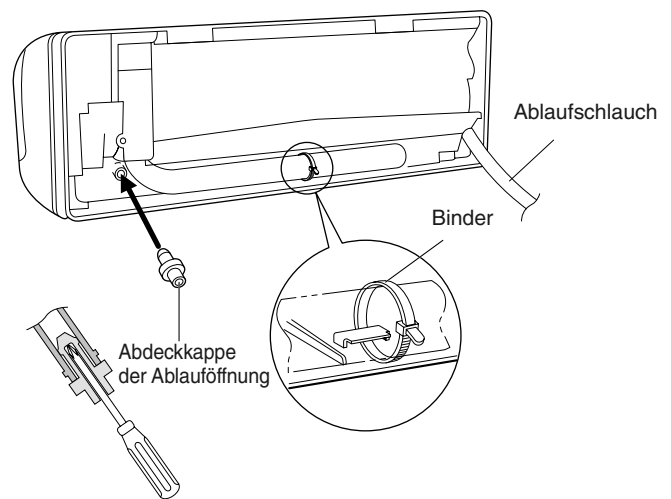

Abb. 3-110
- d) Den Ablaufschlauch an der linken Seite und die Abdeckkappe der Ablauföffnung an der rechten Seite wieder anbringen. (Abb. 3-110)